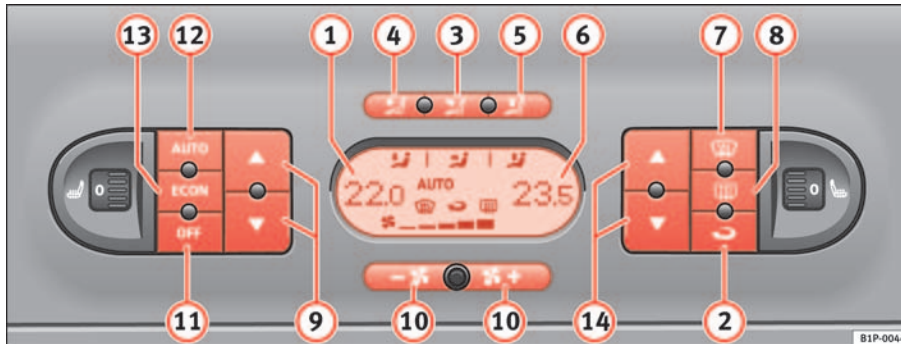

Abb. 111 In der Instrumententafel: Bedienelemente 2C-Climatronic
- Drücken Sie eine der Tasten ⇒ Seite 153, Abb. 111 (3) bis (5), die Taste **ECON** oder drücken Sie die Gebläsetasten (10). Am Display erlischt das Symbol **AUTO**.
- Drücken Sie die Taste  ⇒ Seite 153, Abb. 111 , um den Umluftbetrieb ein- oder auszuschalten. Bei eingeschaltetem Umluftbetrieb erscheint am Display das Symbol .